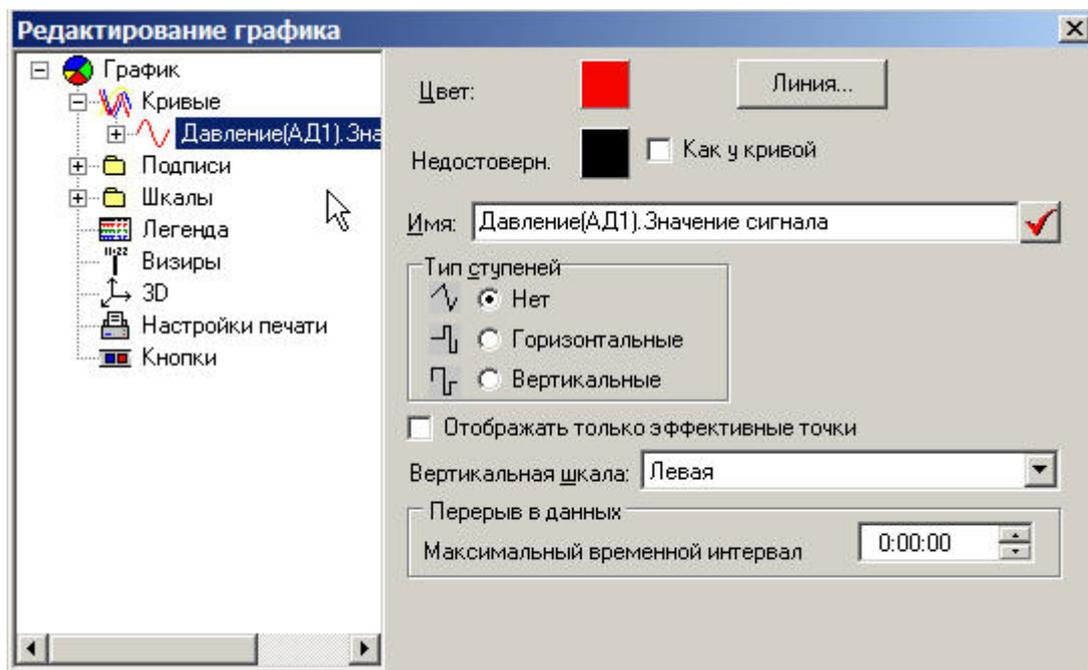

Рисунок 28 - Задание атрибутов кривой
Для задания атрибутов какой либо кривой выделите её в списке состава выбранных кривых в правом поле нового окна (рисунок 28) укажите атрибуты отображения для выбранной кривой.).
Стиль отрисовки каждой кривой указывается в поле **Тип ступеней** (рисунок 28):
Кроме того, если график содержит несколько кривых, имеющих индивидуальные левые шкалы, то представленном выше диалоговом окне (рисунок 28) можно связать каждую кривую со своей вертикальной шкалой. Здесь же можно добавить новую шкалу, к которой автоматически будет привязана выбранная кривая. Название новой шкалы будет установлено по имени кривой (подробнее о шкалах см. 3.3.4).
- в пункте меню **Шкалы** нажмите кнопку **Добавить шкалу**, в результате в списке шкал появится шкала с именем **«Новая1»**. Имя шкалы можно изменить аналогично имени кривой (с помощью клавиатуры и кнопки). Если ещё раз нажать кнопку – появится шкала с именем **«Новая2»**. При выборе в меню этих новых шкал выдаётся сообщение, что кривые не привязаны. Для привязки каждой шкалы к кривой откройте окно задания атрибутов кривой (рисунок 28), укажите нужную кривую и для неё откройте меню в строке **Вертикальная шкала**, там должны быть имена новых шкал. Клавишей мыши выделите шкалу для выбранной кривой;
- откройте **Окно задания атрибутов кривой** (рисунок 28), укажите нужную кривую и для неё откройте меню в строке **Вертикальная шкала**, там есть пункт **Добавить новую**. Кнопкой мыши выделите этот пункт, в результате в перечне шкал появится новая шкала, имя которой автоматически совпадает с именем кривой. Имя впоследствии можно изменить, как указано в предыдущем пункте.